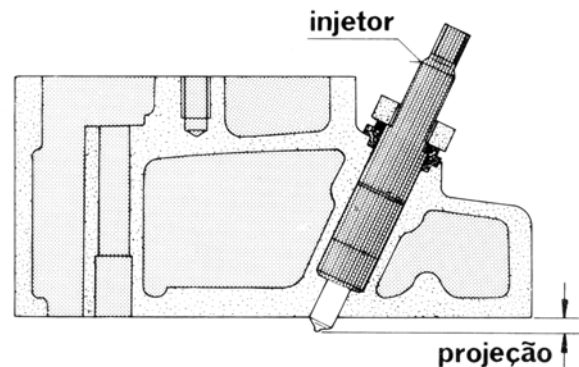

FIG 26
3. Verifique a projeção máxima do bico injetor. Fig.26 . Veja Especificações Técnicas.